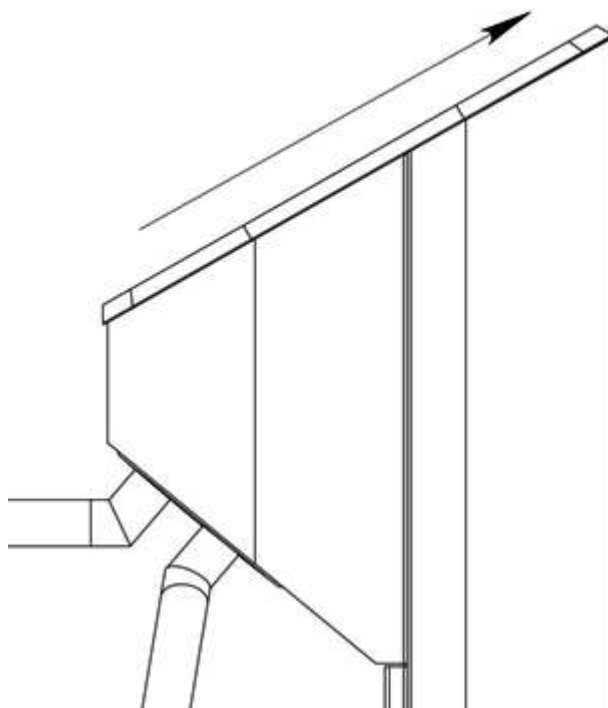

Рисунок 9 – Демонтаж панели индикации
- Рисунок 9 – сдвинуть панель индикации в указанном направлении и поднять ее вверх;